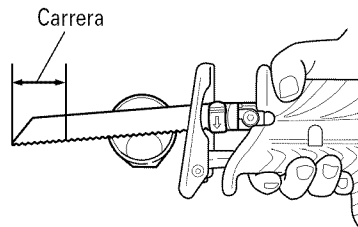

Fig. 16
- Seleccione una hoja de sierra del largo más apropiado. Lo ideal sería que el largo que sobresale de la base de la hoja de sierra después de restar la carrera sea mayor que el del material (consulte las Fig. 16 y 18).